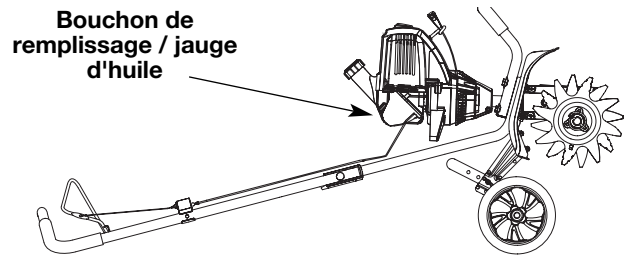

Fig. 6
2. Placez l'appareil sur une surface horizontale plane (Fig. 6).